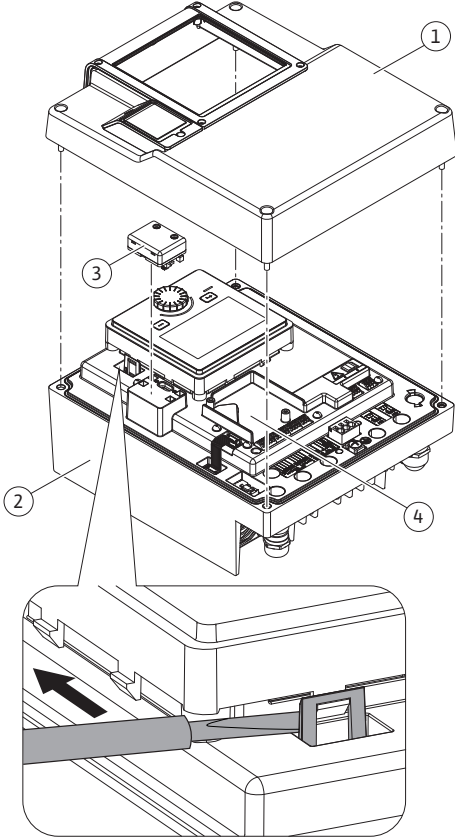
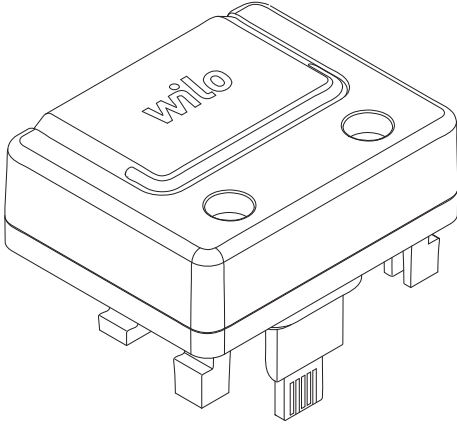

Fig. 26: Elektronik modül
Fig. 27: Wilo-Smart Connect BT modülü
Wilo-Smart Connect BT modülü (Fig. 26, Poz. 3 ve Fig. 27) Bluetooth arayüzü, akıllı telefonlar ve tabletler gibi mobil cihazlara bağlanmak için kullanılır. Wilo-Assistant uygulamasında Wilo-Smart Connect fonksiyonu vardır. Wilo-Smart Connect fonksiyonu ile pompa kumanda edilebilir, ayarlanabilir ve pompa verileri dışarı aktarılabilir. Ayarlar için "Devreye alma" ► 43 bölümüne bakın.
1. Elektronik modül üst kısmının dört civatasını (Fig. 26, Poz. 1; Fig. 1, Poz. 2) çözün.
3. Wilo-Smart Connect BT modülünü öngörülen Wilo-Connectivity arayüzüne takın. Bkz. Fig. 26, Poz. 3.
CIF modülleri (aksesuarlar) yalnızca pompalar ve bina elektrik sistemi arasında iletişim görevi görür. CIF modülleri elektronik modüle takılıdır (Fig. 26, Poz. 4)